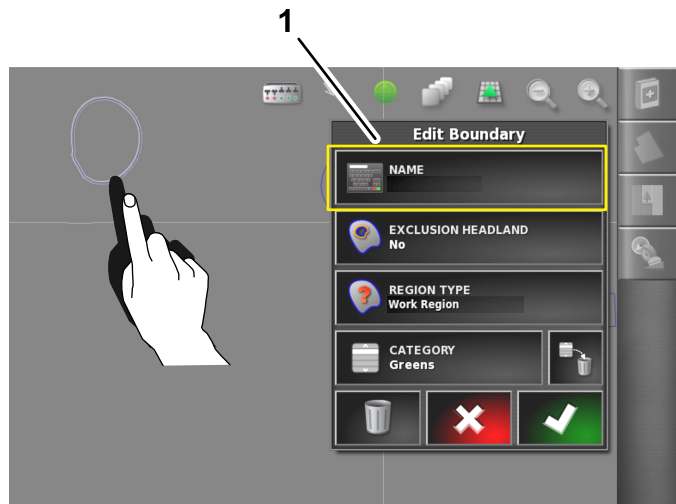

図 57
2. 画面から指を離すと、ダイアログボックスが開く 図 57